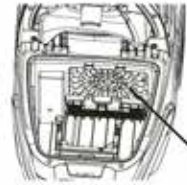

Bild 20/1
- **Motorskyddsfiltret (bild 20/1)** Förhindrar att större partiklar förstör motorn om dammsugarpåsen är defekt. Bör bytas: Varje gång du öppnar ett nytt paket med dammsugarpåsar, eftersom de alltid innehåller ett nytt motorskyddsfiltret, men åtminstone var sjätte månad.
Hygieniskt utblåsfiltret (bild 20/2) Avlägsnar mikroskopiska partiklar från den utblåsta luften. Bör bytas: Var sjätte månad.